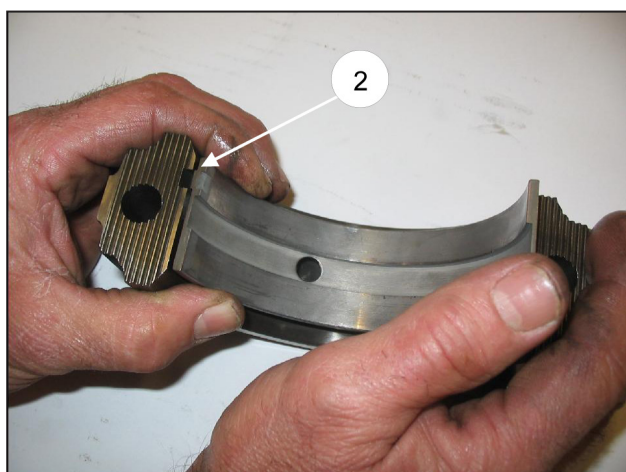

Fig. 6/a
Se si è proceduto allo smontaggio degli steli guida pistone verificare prima del loro assemblaggio il corretto posizionamento degli anelli OR di tenuta (pos. ①, Fig. 6/b), se necessario sostituirli.